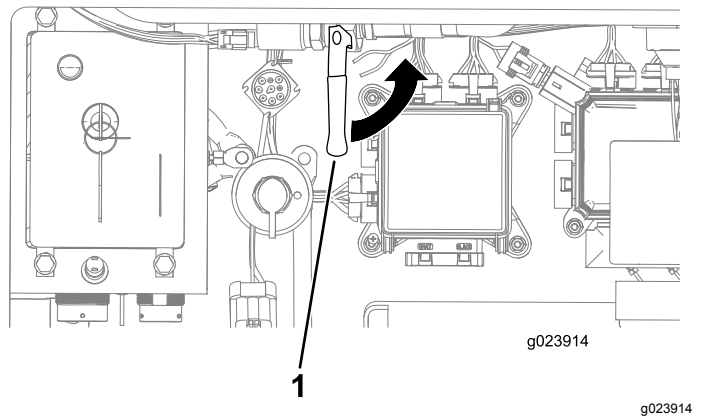

Bild 130
- A. Öffnen Sie das Frostschutzmittelventil im hinteren Abteil (Bild 130).
6. Schließen Sie das Frostschutzmittelventil (Bild 130).